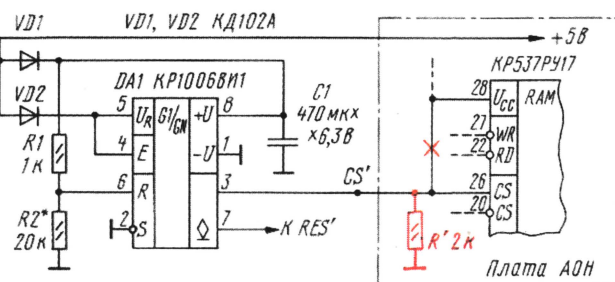

Рис. 3
Второй вариант устройства защиты показан на рис. 3. Основу его составляет интегральный таймер DA1, включенный нетипично: вход U_R (вывод 5) использован для подачи рабочего, а вход R (вывод 6) — опорного напряжения. Делитель R1R2 позволяет установить между выводами 5 и 6 DA1 напряжение в несколько сотых долей вольта, определяющее чувствительность устройства.
1. В аппарате использовано ОЗУ КР537РУ17 или аналогичное, вне зависимости от типа процессора. В этом случае используем неинвертирующий вход CS (вывод 26) микросхемы ОЗУ, который обычно не задействован и подключен к плюсовому выводу источника питания. Необходимо указанный вывод отключить от цепи питания и подать на него сигнал непосредственно с вывода 3 микросхемы DA1. Резистор R', поддерживающий на входе CS неактивный уровень в режиме хранения, надо смонтировать на плате АОНа (рис. 3).
Для налаживания устройства резистор R2 (рис. 3) надо временно заменить цепью из последовательно соединенных постоянного резистора сопротивлением 10 кОм и переменного 47 кОм. Затем включают АОН в электросеть и, медленно увеличивая сопротивление переменного резистора от нуля, добиваются сбоя в работе аппарата (исчезновение показаний на табло). После этого измеряют сопротивление цепи из двух резисторов и заменяют ее одним постоянным резистором, имеющим со-